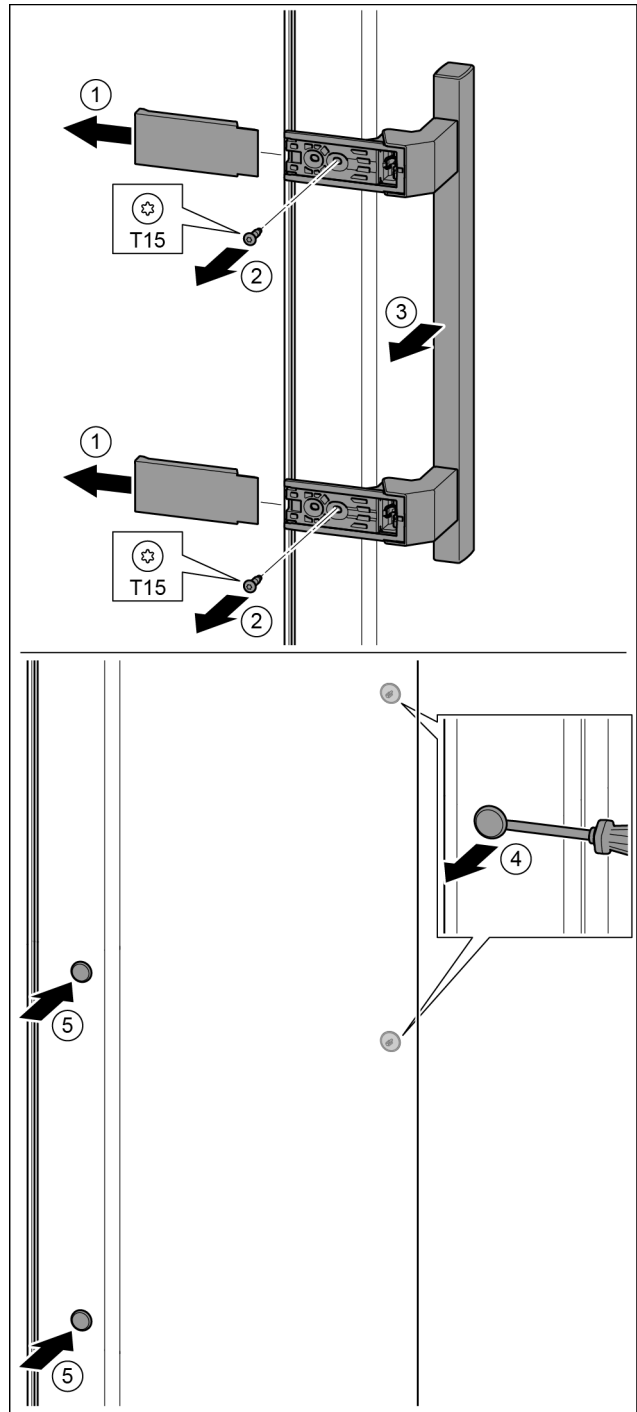

Fig. 33
- ▶ Stiahnite kryt. Fig. 33 (1)
- ▶ Skrutkovačom T15 vyskrutkujte skrutky. Fig. 33 (2)
- ▶ Odoberte držadlo. Fig. 33 (3)
- ▶ Plochým skrutkovačom opatrne nadvihnite a vyberte bočnú zátku. Fig. 33 (4)
- ▶ Zátku opäť nasadte na druhú stranu. Fig. 33 (5)